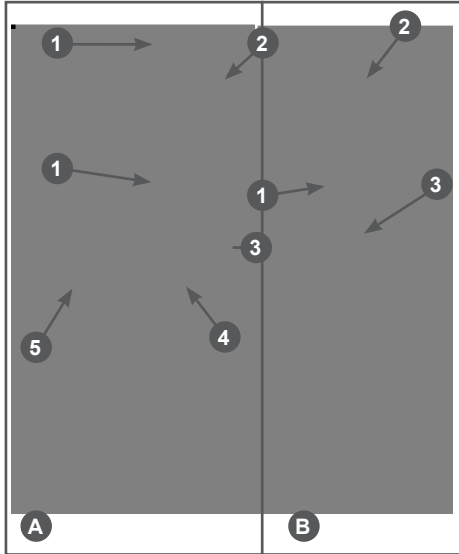

Рис. 10 Обслуживание воздушного фильтра
го фильтра) (Рис. 10 п. 1) и снимите крышку воздушного фильтра (Рис. 10 п. 2).
- Извлеките из корпуса воздушный фильтр (Рис. 10 п. 3).
- Проверьте целостность и чистоту воздушного фильтра. Поролоновый (предварительный) фильтрующий элемент тип «А» (Рис. 10А п. 5) установлен на корпусе бумажного фильтрующего элемента (Рис. 10А п. 4).
- При незначительном загрязнении промойте поролоновый фильтр (Рис. 10А п. 5 и Рис. 10В п. 3) теплым мыльным раствором и просушите. Поврежденный или сильно загрязненный поролоновый фильтр замените.
- Воздушный фильтр тип «В» - поролоновый (Рис. 10В п. 3) смочите специ-
Бумажный фильтрующий элемент (Рис. 10А п. 4) не подлежит очистке, необходима его замена. Не продувайте бумажный фильтрующий элемент сжатым воздухом, не промывайте его в бензине и других растворителях. Эксплуатация двигателя с грязным или поврежденным воздушным фильтром, или без воздушного фильтра приведет к попаданию грязи и пыли в карбюратор и двигатель, что в свою очередь, станет причиной его быстрого износа. Двигатель в этом случае не подлежит ремонту по гарантии.